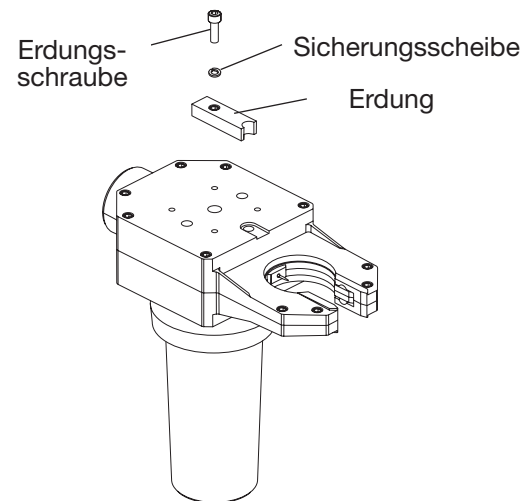

Abbildung 25 Entfernen der Erdung
5. Die Schweißkopfgehäuseschrauben vom Gehäuse entfernen. Die Sicherungsringshälfte des Schweißkopf-gehäuses vorsichtig hin- und her kippen und von der Motorenhälfte entfernen. Siehe Abbildung 25.